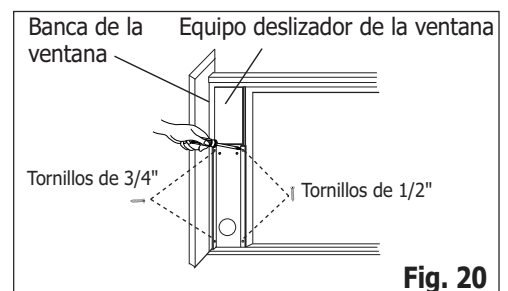

Fig. 20
3. Cierre de forma segura el marco deslizable contra el equipo deslizador de la ventana. (Fig. 20)
4. Colocar dos tornillos de 1/2" para ajustar el kit deslizable de la ventana al marco de la ventana. (FIG. 20)
5. Colocar dos tornillos de 3/4" para ajustar el kit deslizable de la ventana al heces de la ventana. (FIG. 20)